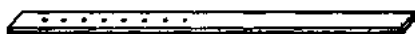

图 2
2. 在四条竹片上依次打8个小孔，小孔的大小和羊眼圈的尖端粗细一样，小孔之间的距离是20毫米，各孔间距离要严格相等(图2)。